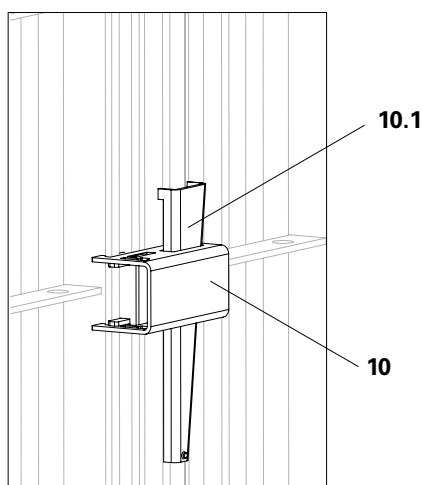

Fig. A5.01
- Telaio per parete UNO Plus (Fig. A5.01)
- Durante il collegamento dei telai verticali per parete, l'estremità più grande del cuneo deve sempre essere in alto. (Fig. A5.01)
- Il giunto UNO Plus (10) può essere inserito direttamente sopra il tirante UNO Plus (30).